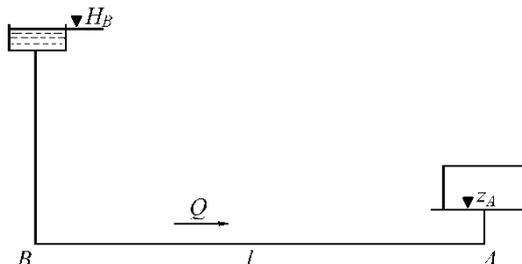

Рис. 2
3. Определить диаметр трубопровода для подачи 15 л/с воды от водонапорной башни В до предприятия А (рис. 2) при длине трубопровода $l = 1000$ м, отметке уровня воды в башне $H_B = 32$ м, геодезической отметке в конце трубопровода $z_A = 2$ м и свободном напоре $H_{св} \geq 12$ м, если трубы:
Перепад уровней в пьезометрах до сужения ($D_1 = 0,1 \text{ м}$) и в узкой горловине ($D_2 = 0,05 \text{ м}$) в трубе круглого сечения, в которой установлен водомер Вентури, составляет $0,4 \text{ м}$. Ускорение свободного падения принять равным 10 м/с^2 , $\pi = 3,14$. При входе в узкую горловину водомера, приведенного на рис. 2,
Перепад уровней в пьезометрах до сужения ($D_1 = 0,1$ м) и в узкой горловине ($D_2 = 0,05$ м) в трубе круглого сечения, в которой установлен водомер Вентури, составляет 0,4 м. Ускорение свободного падения принять равным 10 м/с^2 , $\pi = 3,14$. На рис. 2 постепенное расширение называется...